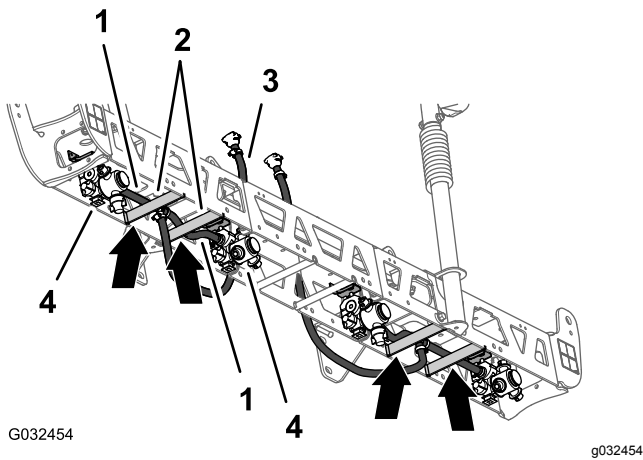
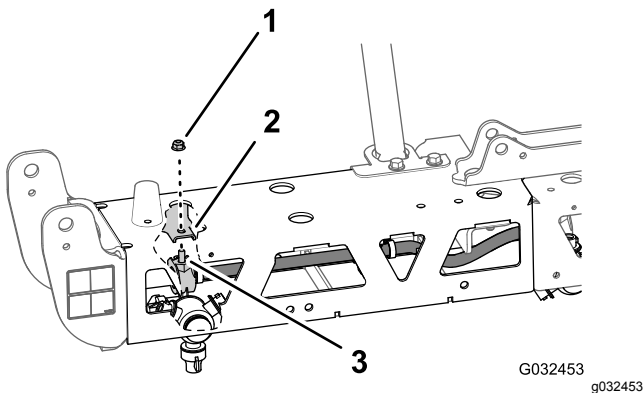

Figura 57
Figura 58
1. Enrute la manguera de 13 mm y el conjunto de la boquilla entre los tirantes del perfil exterior (Figura 57).
2. Enrute la manguera y la boquilla por encima del tirante y hacia fuera hasta llegar al soporte de la boquilla exterior (Figura 57).
3. Alinee el perno de cabeza hexagonal (5/16" x 3/4") de la boquilla de fumigación con el orificio del soporte de la boquilla, y sujete provisionalmente la boquilla al soporte con una contratuerca con arandela prensada (5/16") del Kit de acabado del sistema de fumigación GeoLink (Figura 58).
4. Enrute la otra manguera de 13 mm y el conjunto de la boquilla entre los tirantes del perfil exterior (Figura 57).
5. Enrute la manguera y la boquilla por encima del tirante y hacia dentro hasta llegar al soporte de la boquilla interior (Figura 57).
6. Alinee el perno de cabeza hexagonal (5/16" x 3/4") de la boquilla de fumigación con el orificio del soporte de la boquilla (Figura 58), y sujete provisionalmente la boquilla al soporte con una de las contratuercas con arandela prensada (5/16") que retiró en los pasos 1 y 4 de Retirada de las boquillas de fumigación (página 24).
8. Enrute la manguera y el acoplamiento dentado de 13 mm x 810 mm por el lado de la sección de fumigación central que tiene los soportes izquierdo y derecho (Figura 57).
9. Repita los pasos 1 a 8 con el otro conjunto de manguera y boquilla en el otro perfil exterior (Figura 57 y Figura 58).